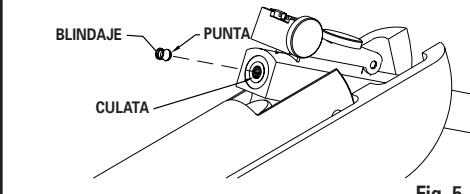

Fig. 5
- Con el cañón en la posición abierta, después de haberlo montado, coloque un perdigón calibre 0.177, con la punta hacia adelante, en la culata (Fig. 5). Asegure que el blindaje del perdigón esté a ras con la cara de la culata.